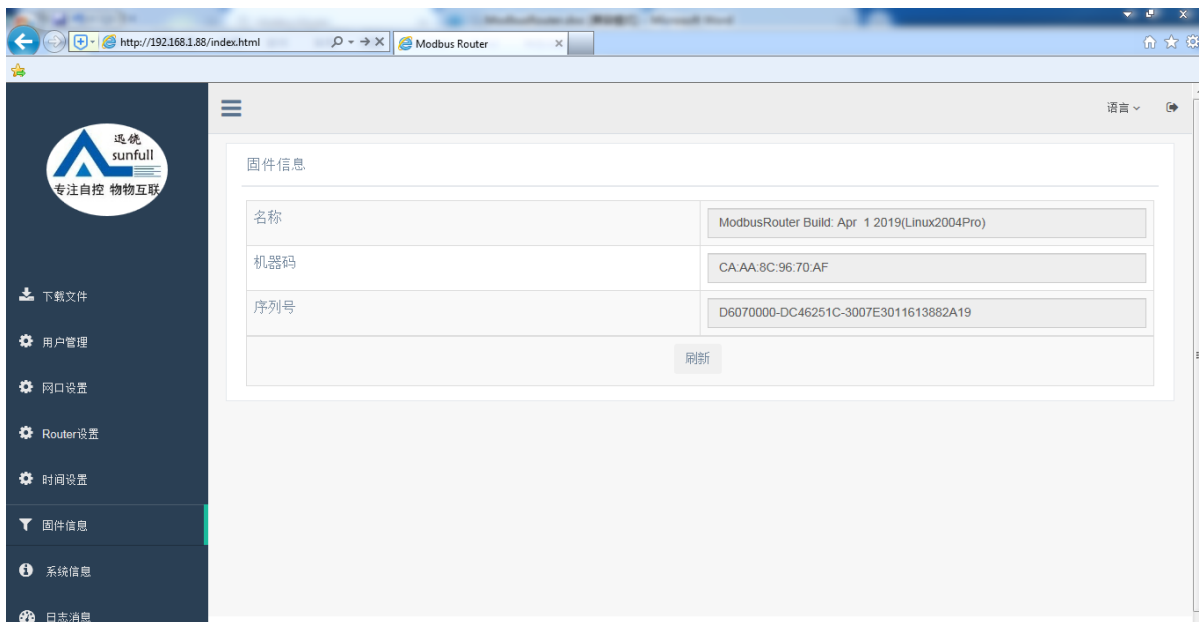

图 3-7-1 固件信息
**固件信息：**固件信息是指用户可以查看当前烧录的固件版本信息、机器码和注册码，如下图 3-7-1。